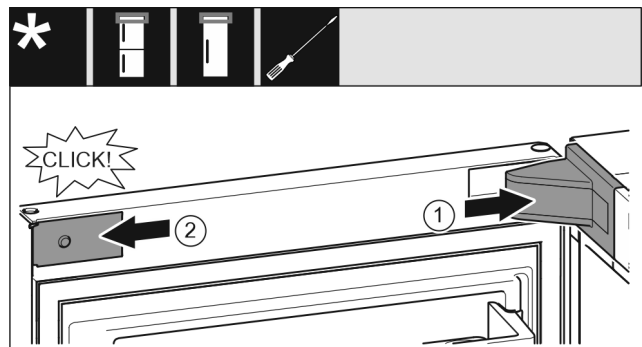

Fig. 22
- ▶ Sett på lagerdekselet og la det klikke på plass, ev. trykk det forsiktig fra hverandre. Fig. 22 (1)
- ▶ Sett dekselet på på siden, og la det klikke på plass. Fig. 22 (2)